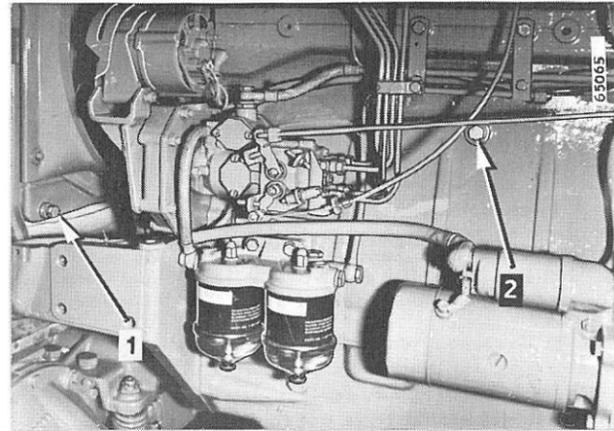

Fig. 62
Retirez avec précaution le bouchon du radiateur. Reportez-vous ci-après. Otez le bouchon de vidange du radiateur (1) Fig. 62 et le bouchon de vidange du bloc-moteur (2).